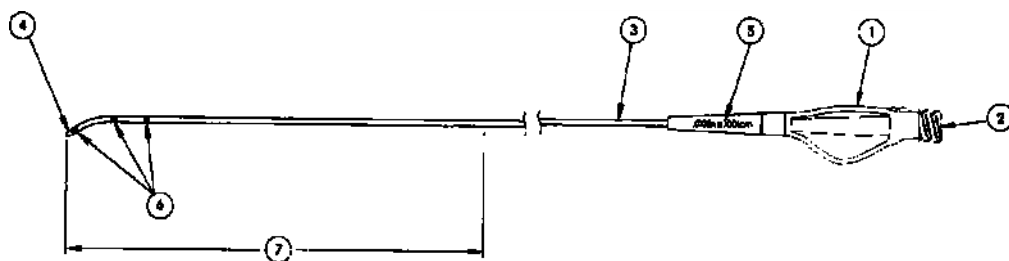

图1. TrailBlazer™ 弯头支撑导管
如图1所示，将导管(1)插入，继续通过导管(3)延伸到弯曲的远端(4)。将导管插入导管鞘，与导丝兼容的直径和有效长度都标在应力释放装置(5)上，远端导管轴有一个不透射线标记(6)，可以辅助放置导管。此导管远端的前40cm (7)涂有亲水涂层。